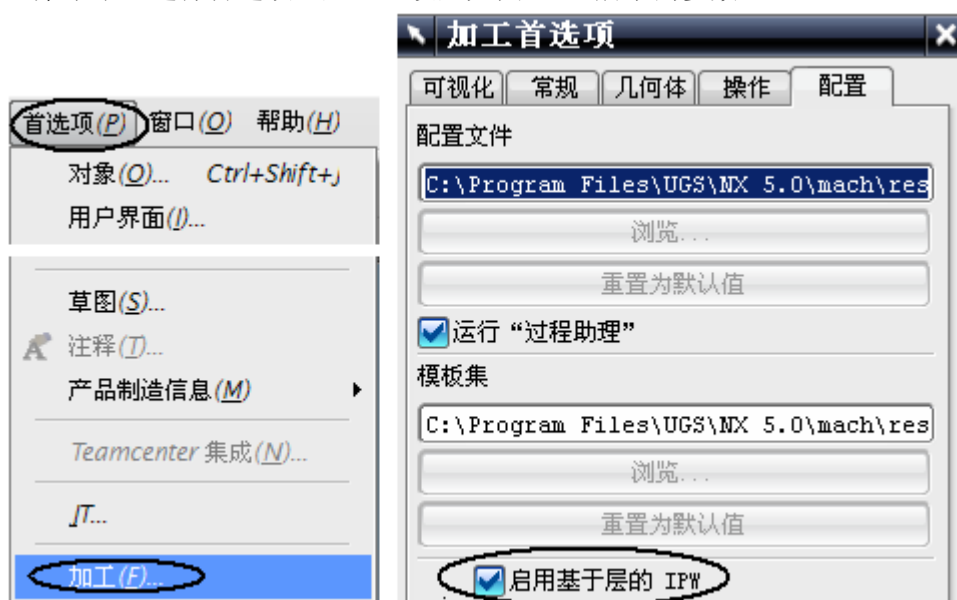

图 5-42
- 双击 CAVITY_MILL_COPY，打开操作对话框，设置如图 5-42 所示的参数。